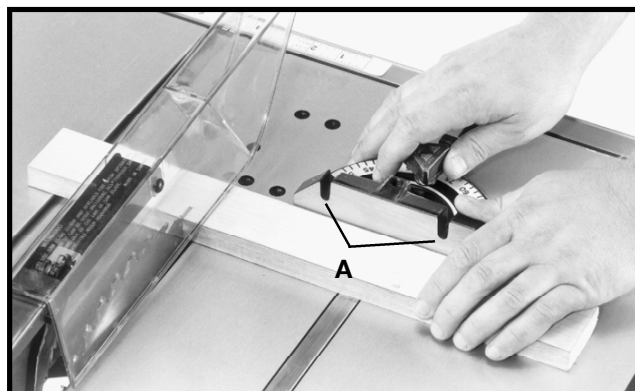

Fig. 45
Le tronçonnage nécessite l'utilisation du guide d'onglet pour positionner et guider l'ouvrage. Placer la pièce contre le guide d'onglet et pousser le guide et la pièce en direction de la lame de la scie comme indiqué à la fig. 45. Le guide d'onglet peut servir dans l'une ou l'autre rainure de la table. Pour une coupe en biseau (lame inclinée), utiliser la rainure de la table qui ne crée pas l'interférence entre la main ou le guide d'onglet et le protège-lame de la scie.
Pour une sécurité accrue et plus de commodité, ajouter au guide d'onglet un parement auxiliaire en bois. Fixer le parement en bois à l'avant du guide d'onglet en insérant deux vis à bois dans les trous (A) fig. 45, à cet effet sur le corps du guide d'onglet et dans le parement en bois.